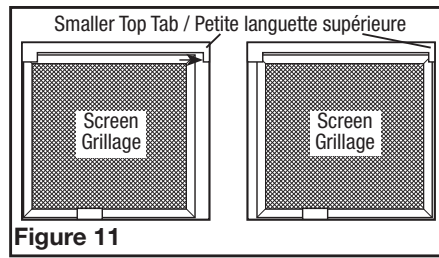

Figure 11
3. Slide the screen back over towards the smaller top tab making sure the screen fits behind the tab (Figure 11).
3. Faites glisser le grillage vers la plus petite languette supérieure en vous assurant que le grillage se place derrière la languette (Figure 11).
4. Confirm that the screen is being held in place by both top tabs (**Figure 11**).
4. Confirmez que le grillage est maintenu en place par les deux languettes supérieures (**Figure 11**).